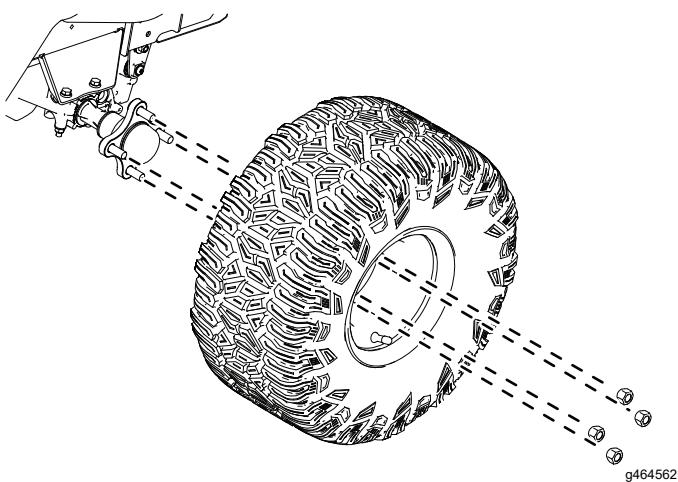

Figura 4
10. Retire os pneus traseiros como se mostra na Figura 4.
1. Instale os pneus traseiros, conforme mostrado na Figura 4.